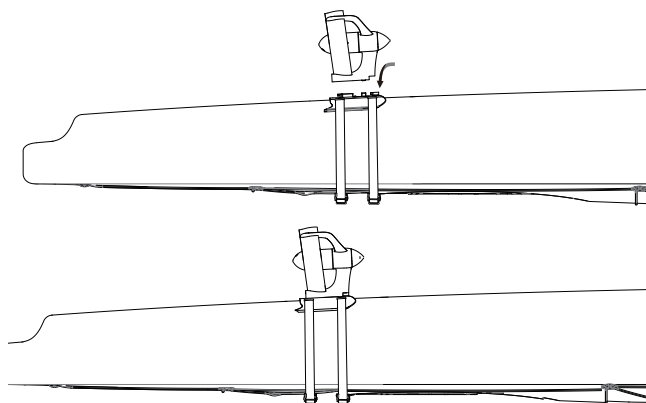

Figura 3-7
- ⑤ Fije el motor al adaptador universal como se muestra en la figura 3-7.